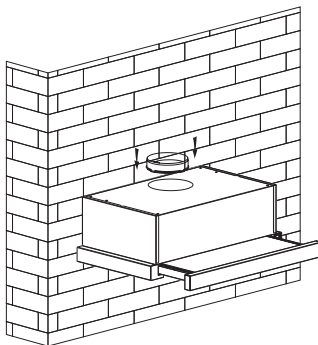

Fig.4
3. Fixez le clapet anti-retour sur la sortie de la hotte ; installez le conduit d'expansion sur le clapet puis conduisez-le vers l'extérieur. Voir Fig. 4.